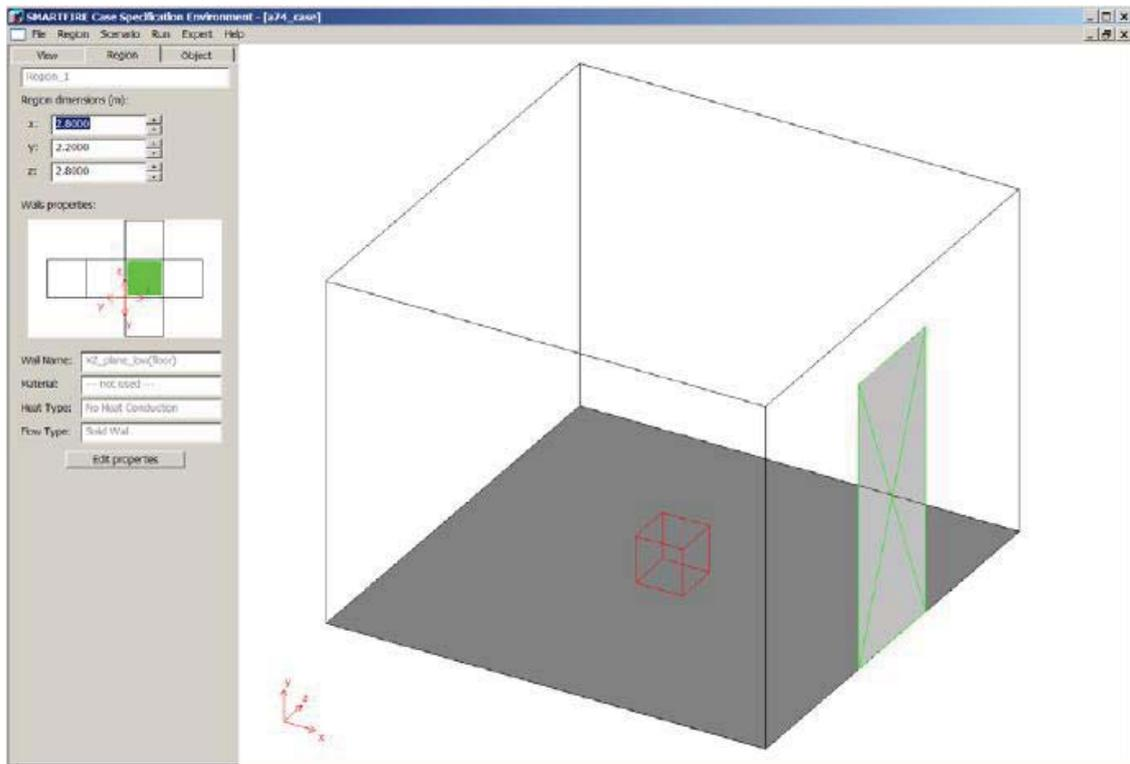

図25-1 「A74_case」形状を示している指定環境。
*SMARTFIRE*ケース指定ツールを実行(Run)します。グラフィカルユーザーインターフェースが開いたら、ウィンドウの最上部にあるメニューバーを用いて[ファイル(File)]を選択した後、[開く(Open)]を選択します。このチュートリアルで読み込むケースは、*SMARTFIRE*作業ディレクトリ(work directory)内で「A74_case」という名のディレクトリに入っています。ファイルブラウザを用いてこのディレクトリに行き、「a74_case.smf」という名前のファイルを選択します。このファイルには、上述のケースの指定に関する形状および物理的特性のすべてが含まれています。ファイルを選択し、読み込んだら、ビューアーが部屋の3Dビューおよびすべての重要な物理および形状の特性を表示します。たとえば、通気孔、障害物(定義されていた場合)、および火災などです(図25-1参照)。
3つのスピンボックスを用いて、単位をmとする範囲の寸法を入力します(図25-1参照)。増分および減衰率スピンボタンで選択すると、0.1m刻みで表示サイズを変更することができます。あるいは、値をダブルクリックして、新規の値を直接タイプしてから、入力を確認するためにEnterボタンを押します。ケースの説明で指定されたとおり、寸法は以下のように設定されています: x-サイズ=2.8m、y-サイズ=2.2m、z-サイズ=2.8m。このケースに関してはデフォルトの挙動が許容されるため、範囲壁の挙動を変更する必要はありません。